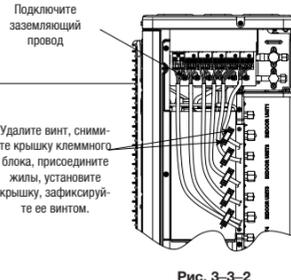

Рис. 3-3-2
- Во избежание нанесения царапин или пережатия соединительного шнура боковой крышкой его необходимо зафиксировать лентой, как показано на рис. 3-3-2.